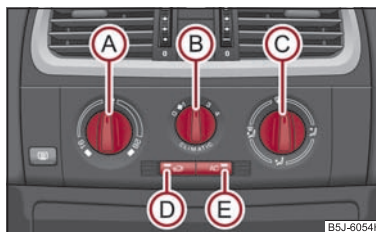

Fig. 91 Climatic: Elementele de comandă
- Apăsați tasta ⇒ pagina 83, fig. 91, lampa de control din tastă se aprinde.
Când regulatorul se află în poziția ⇒ pagina 83, fig. 91, recircularea aerului este oprită automat. Prin apăsarea repetată a tastei puteți porni recircularea aerului și în această poziție.
Instalația de climatizare funcționează numai când tasta **(AC)** ⇒ pagina 83, fig. 91 **(E)** este apăsată și se îndeplinesc următoarele condiții:
- Rotiți regulatorul rotativ **(A)** ⇒ fig. 91 spre dreapta pentru a mări temperatura.
- Apăsăți tasta  **(E)** ⇒ fig. 91. Lampa de control din tastă se va aprinde.